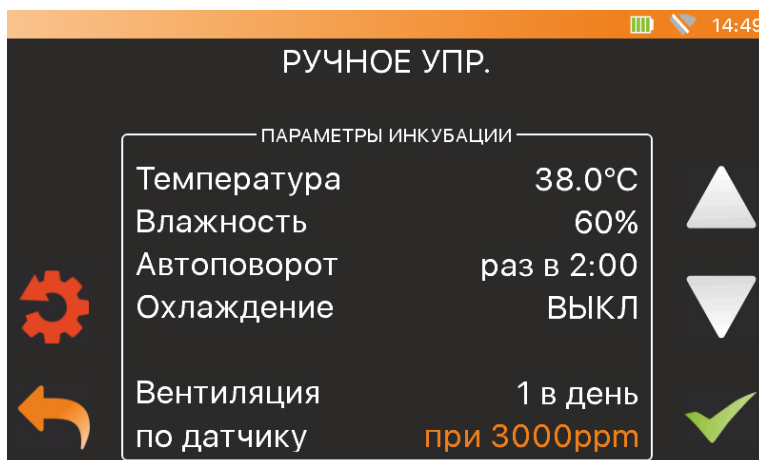

Рисунок 5.10 – Вентиляция по датчику CO2
2. По датчику CO2 (не входит в стандартную комплектацию инкубатора и приобретается отдельно) - выбирается необходимое значение концентрации CO2, при достижении которого вентиляция закончится (Рис.5.10).